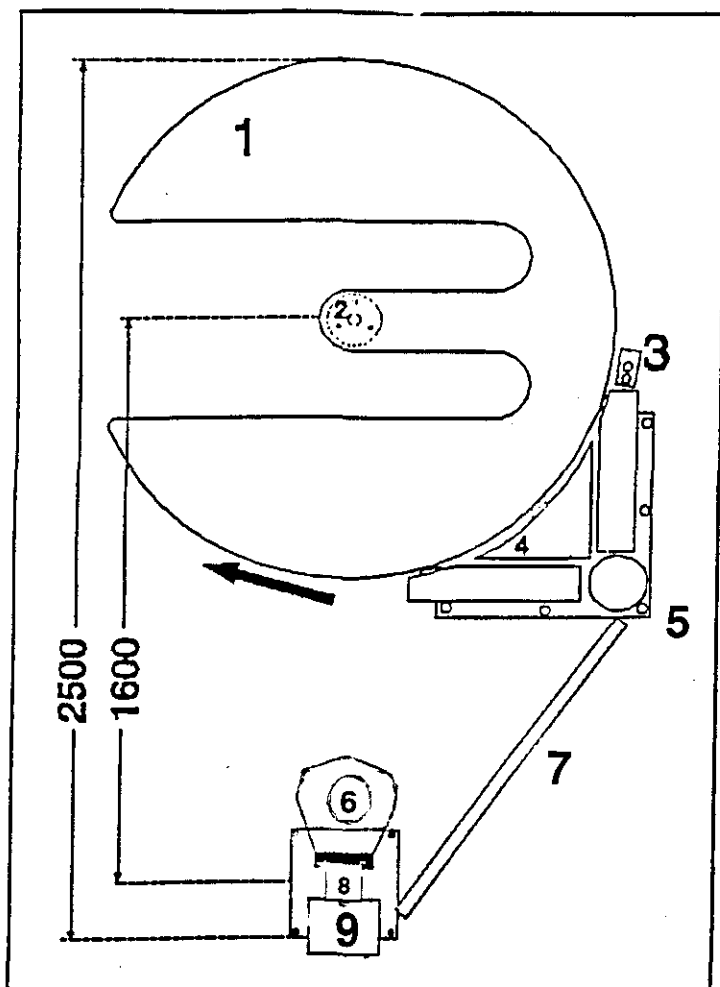

Fig 1a. Placering av maskindelarna
Delarna ställs i ordning som visas i fig. 1a. Var noga med att suga ur borrhålet innan expanderbulten monteras. (Anm. 2).
- Placera ut alla delar enligt fig. 1a. Märk ut pallplattans centrum.
- Montera centrumlagret (2) (3 skruvar).
- Placera pallplattan (1) på centrumlagret (pröva om den snurrar lätt på golvet).
- Tag bort skyddsplåten (4) från drivenheten (5).
- Montera drivenheten (5) (6 skruvar).
- Montera sträckfilmspelaren (8) (4 skruvar - de längre).